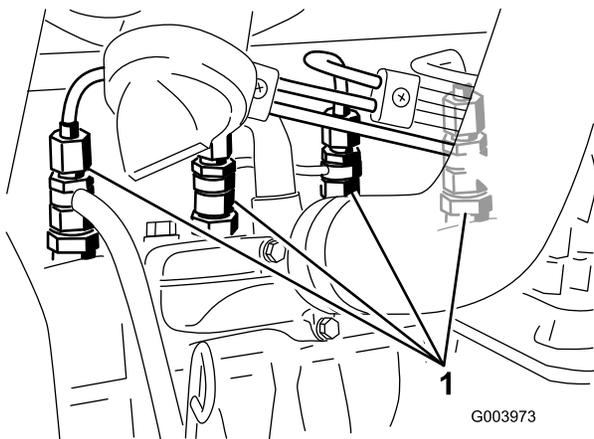

Figura 67
1. Liberte a tubagem que se encontra ligada ao injektor nº 1 e à estrutura de suporte da bomba de injeção (Figura 67).